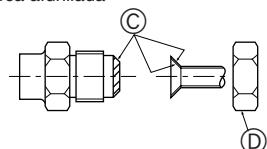

Fig. 4-1
4.2. Tubos de ligação (Fig. 4-1)
- Aplique uma fina camada de óleo refrigerante ao tubo e à superfície de costura da junta antes de apertar a porca do tubo. ①
- Aperte os tubos de ligação com duas chaves. ②
- Aplique óleo de máquina refrigerante em toda a superfície de encaixe de afunilamento. ③
- Utilize as porcas afuniladas para o tamanho de tubo que se segue. ④
Ⓐ (Fig. 4-1)
Ⓑ (Fig. 4-1)